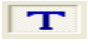

图2-7 新建画面对话框
(1) 在工程浏览器左侧的“工程目录显示区”中选择“画面”选项，在右侧视图中双击“新建”图标，弹出新建画面对话框，如图2-7所示。
(2) 新画面属性设置如下：